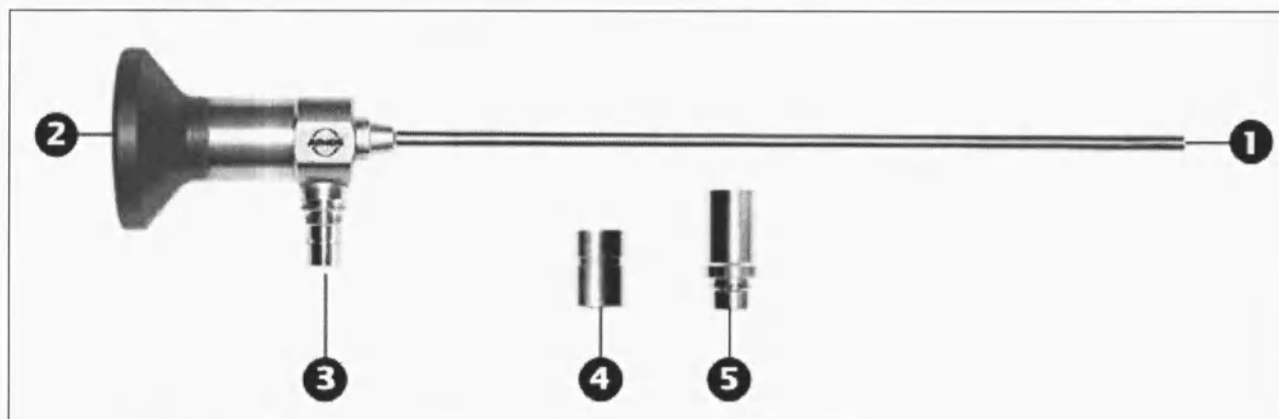

Рис. 1
- Отсоедините используемые адаптеры (например, для различных световодов) от эндоскопа (см. Рис. 1,2), и удалите, если есть, рукоятку (у теле- ларингоскопа).
- Используйте только умеренные чистящие средства для того, чтобы растворения и удаления загрязнений. Эти чистящие средства должны были быть одобрены изготовителем для такого использования. Используя различные растворы, обратите внимание на информацию относительно концентрации и времени экспозиции. Для механической очистки используйте мягкую ткань, хлопок и специальные щетки. Для каналов и полостей очень рекомендуем Вам использовать специальные щетки. Загрязнения оптических поверхностей (см. Рис. 1,2 1, 2 и 3) могут быть удалены при помощи х/б ткани, смоченной 70%-ым этиловым спиртом или нейтральным очистителем.